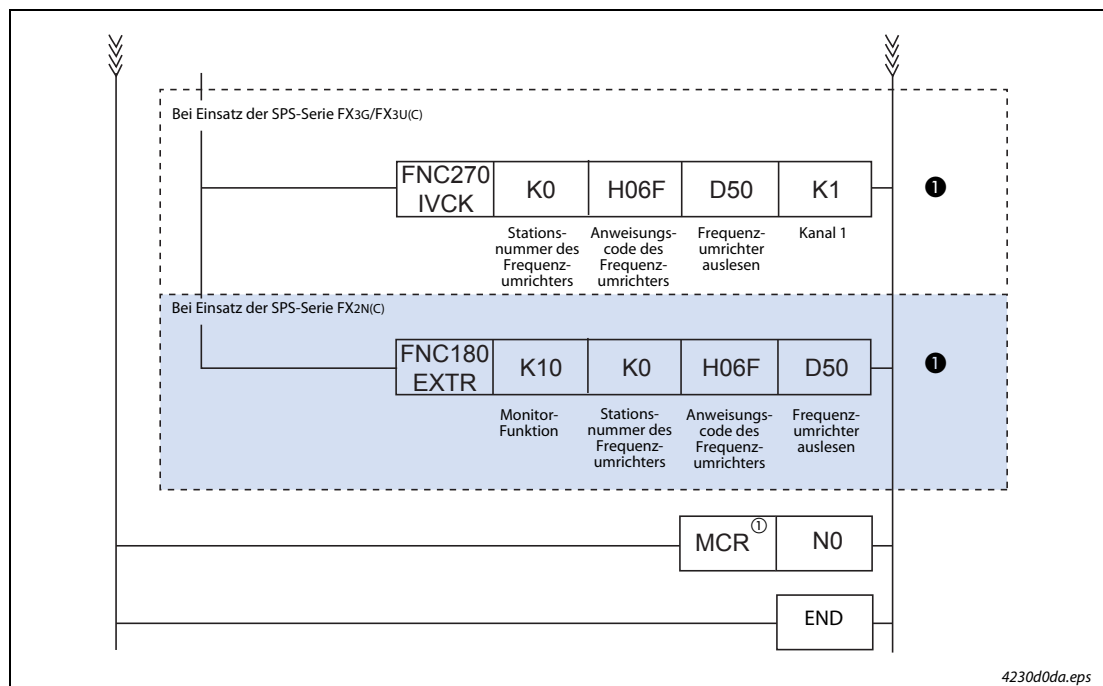

Abb. 4-19: Kontaktplan des Programmbeispiels (5)
❹	Der Status des Frequenzumrichters wird ausgelesen [„H07A“ → M100–M107]
❺	Inhalt des Frequenzumrichterstatus (nach Bedarf)
Tab. 4-13: Beschreibung des Kontaktplans in Abb. 4-19 (4)
Tab. 4-13: Beschreibung des Kontaktplans in Abb. 4-19 (5)